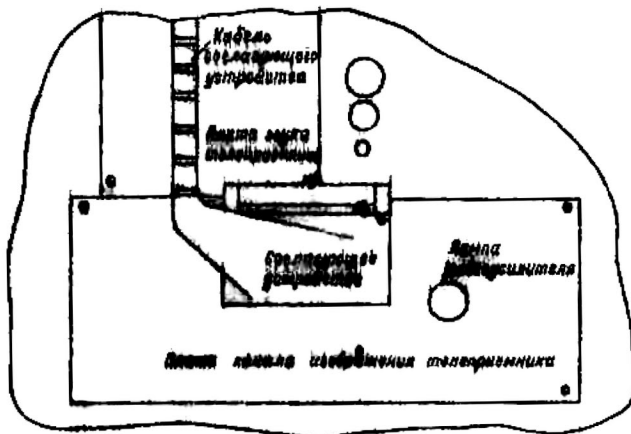

Рис. 3. Схема установки богасующего устройства
4. Установить устройство в телеприемник в соответствии с рис. 3.
4. Установить устройство в телеприемник в соответствии с рис. 3 (см. выше).